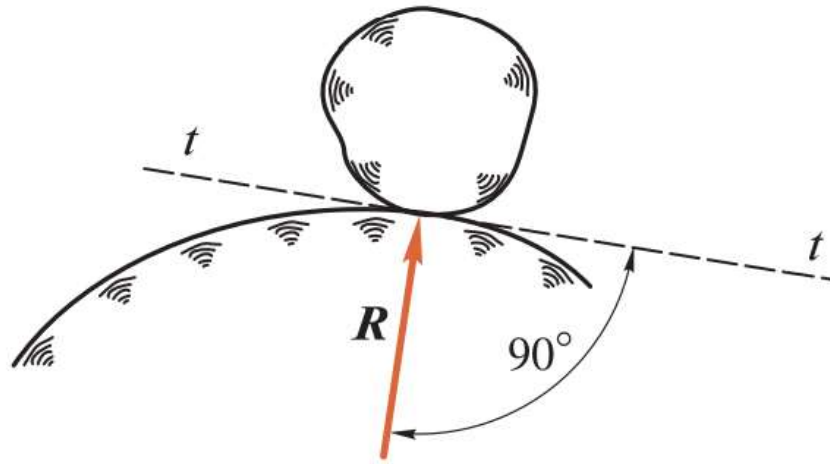

Рис. 1.7
2. *Идеально гладкая поверхность* (рис. 1.7). В этом случае реакция R направлена перпендикулярно касательной плоскости $t-t$, т. е. по нормали к опорной поверхности в сторону тела, так как нормаль есть единственное направление перемещения тела, которое не допускает данная связь.